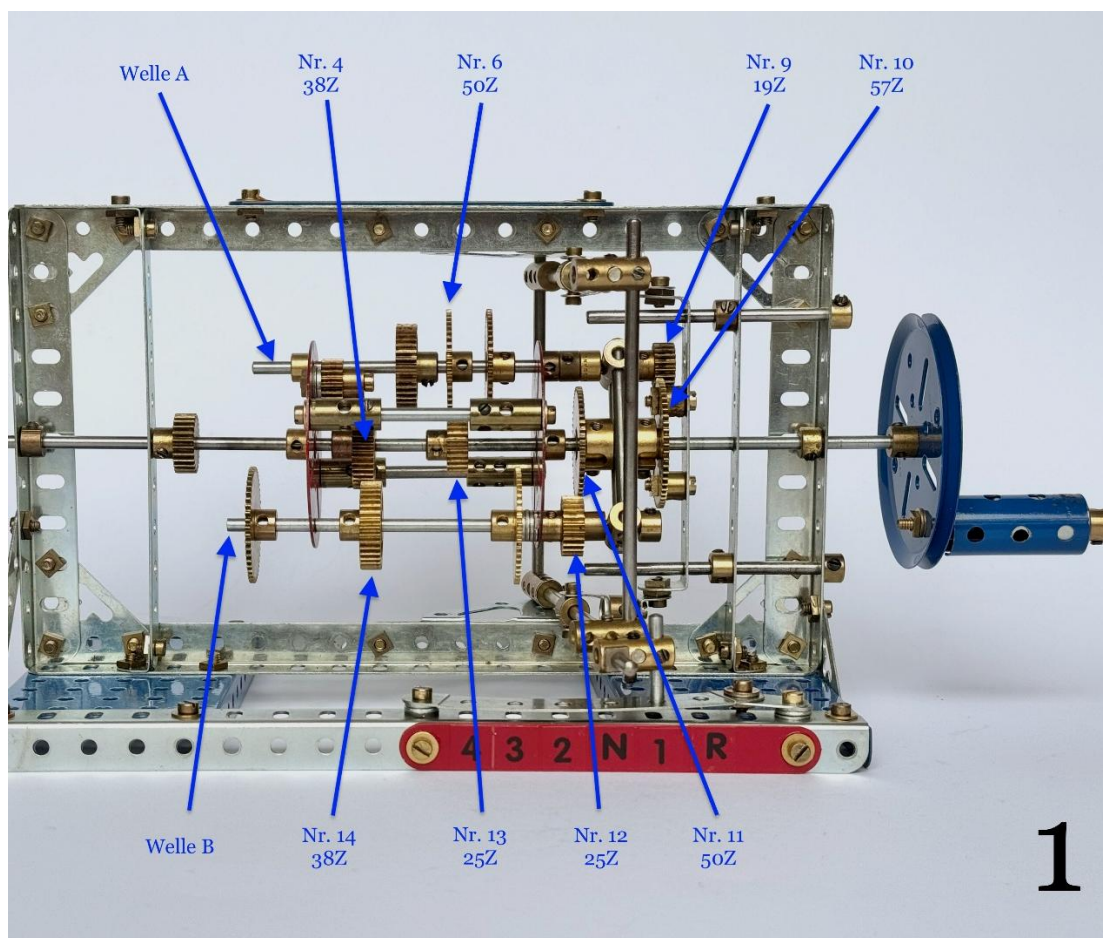

Abb. 07: Schaltbild 1. Gang
**1. Gang** (Abb. 07): Die Welle C (Antriebswelle) treibt auch hier über das Ritzel 13 das Zahnrad 6 auf der Welle A an. Das Zahnrad 6 treibt über die Welle A das Ritzel 9 an. Das Ritzel 9 rollt auf dem drehfesten